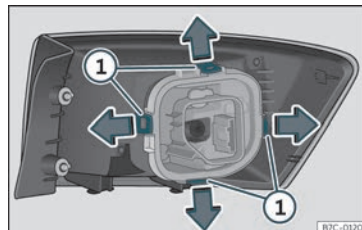

Fig. 49 Llengüetes de fixació a la part posterior de la unitat de llum posterior.
- Desmunteu el portabombetes desbloquejant les llengüetes de fixació >>> **fig. 49 ①**.